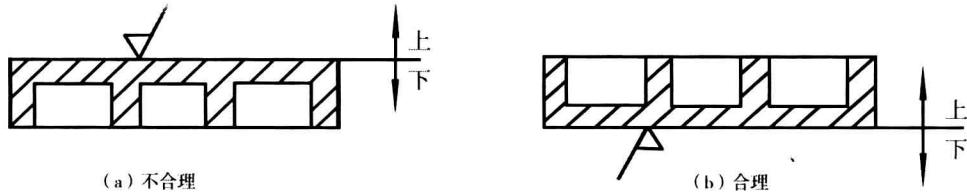

图 2-8 分型面的确定应使重要加工面朝下
(2) 应使铸件上重要的加工面朝下或处于垂直位置,如图 2-8 所示。